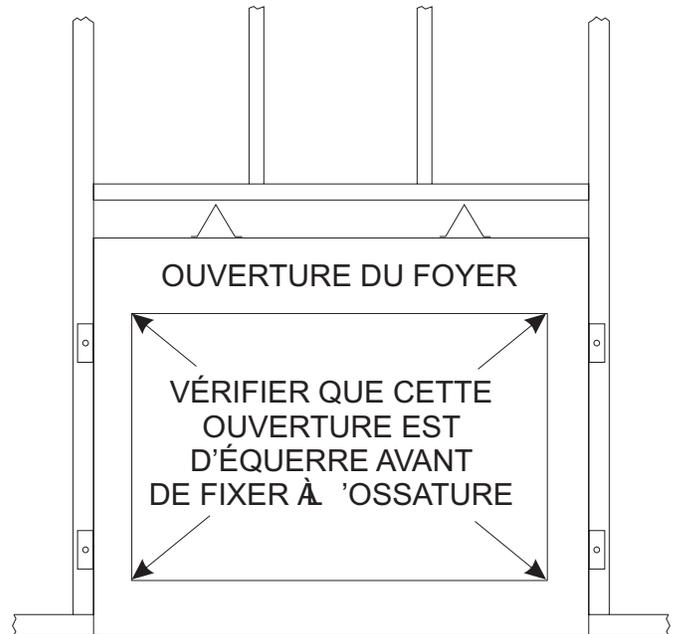

Figure 14
**IMPORTANT !** Contrôler que toutes les ouvertures du foyer sont d'équerre avant de le fixer aux ouvertures de l'ossature. Voir Figure 14.